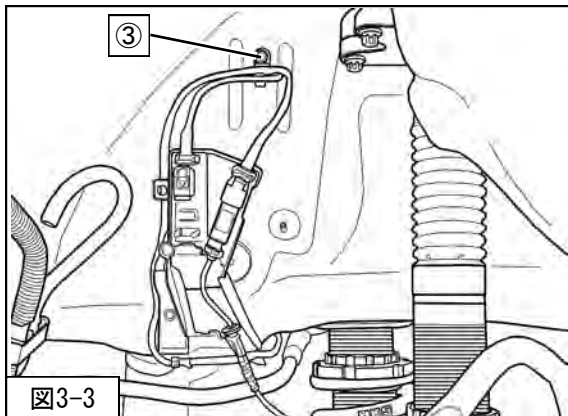

図3-3
5. ③ハーネスブラケットをボディ・ハーネスから取外してください。(図3-3)